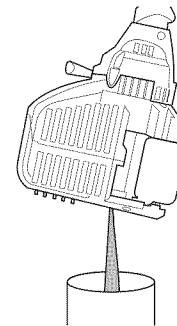

Fig. 21
3. Incline la unidad verticalmente para verter el aceite del orificio de llenado en un recipiente (Fig. 21). Dele suficiente tiempo para que drene completamente.